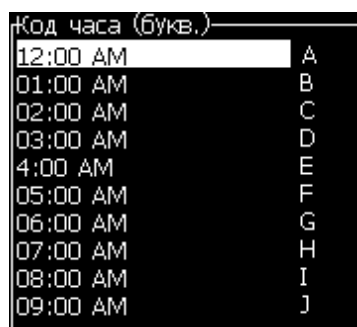

Рисунок 5-45: Установка закодированного часа
- 3 Выберите *Setup Encoded Hour* (Установка закодированного часа) и нажмите *Enter* (ввод), чтобы открыть диалоговое окно *Alpha Hour* (Час альфа) (смотрите Рисунок 5-45).